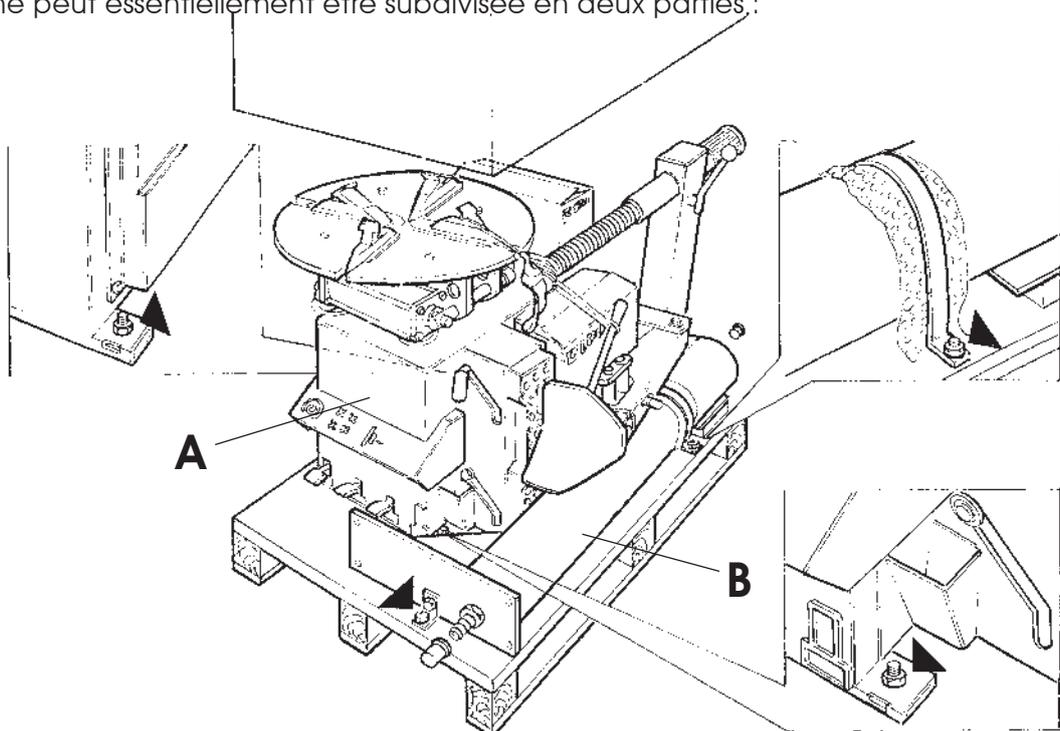

Fig. 1
- ❑ Enlever la partie supérieure de l'emballage et vérifier que la machine n'a pas été endommagée pendant le transport. Rechercher les points de fixation de la machine sur la palette (Fig. 1).